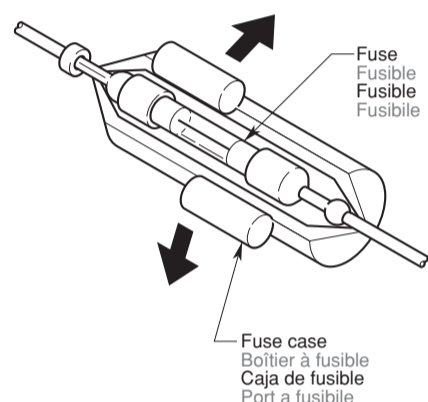

Figure 6 / Figure 6 / Figura 6 / Figura 6
- To replace the fuse, open the lock on the source unit side, remove the old fuse and insert the new one. (Figure 6)
- Pour remplacer le fusible, ouvrir le loquet sur le côté de l'appareil pilote, retirer l'ancien fusible et insérer le fusible neuf. (Figure 6)